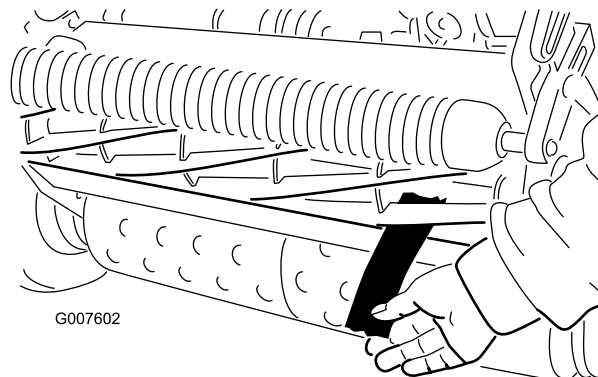

Рисунок 50
4. На один из концов на передней стороне барабана вставьте между барабаном и неподвижным ножом длинную полоску газеты (Рисунок 50).
6. После окончания регулировки проверьте, может ли барабан защемлять лист бумаги, вставленный спереди, и резать бумагу, вставляемую под прямым углом к неподвижному ножу (Рисунок 50). При минимальном контакте между неподвижным ножом и ножами барабана должно происходить разрезание бумаги. Если очевидно, что трение барабана чрезмерно (больше 0,79 Н•м), то заполируйте обратную сторону или заточите режущий блок, чтобы обеспечить острые кромки, необходимые для точной резки; см. *Руководство по заточке барабанов компании Toro*.